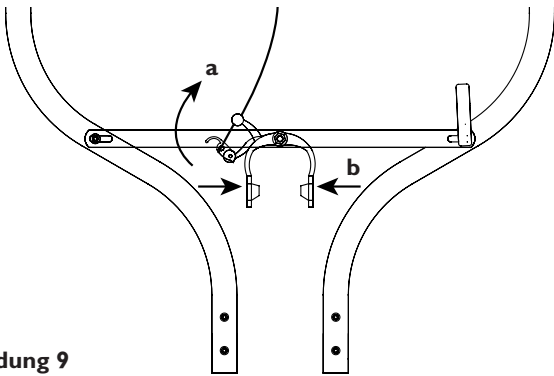

Abbildung 9
1. Schieben Sie hierzu den Schnellspannhebel (a) in Richtung Anhänger, während Sie die Bremsarme (b) **gleichzeitig** zusammenpressen (s. Abbildung 9).